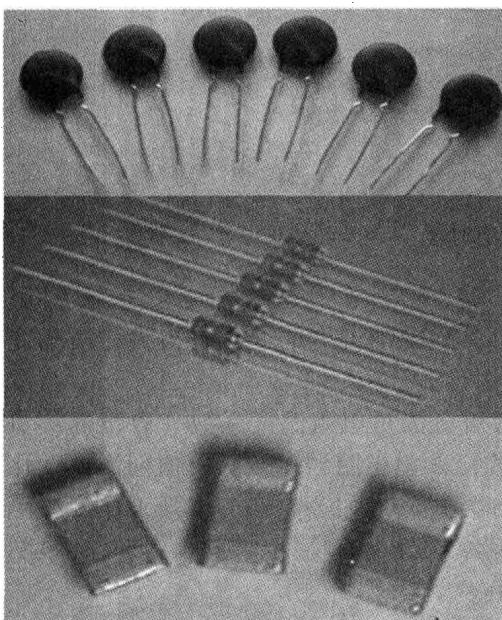

图 1-15 NTC 热敏电阻器
2. NTC 热敏电阻器 NTC 是英文 Negative Temperature Coefficient (负温度系数) 的缩写，泛指负温度系数很大的半导体材料或元器件，通常我们所提到的 NTC 是指负温度系数热敏电阻器，简称 NTC 热敏电阻器，实物外形如图 1-15 所示。